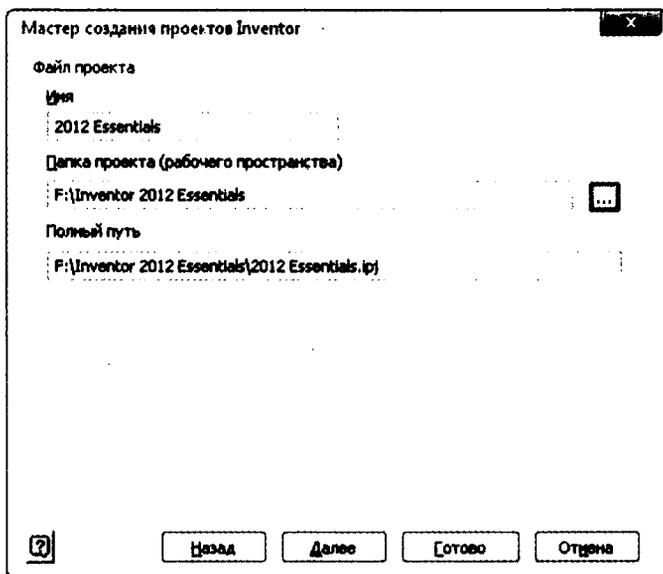

Рис. 1.24. Имя проекта и путь к файлу проекта
7. Проверьте ваши данные по рис. 1.24 и нажмите кнопку **Готово**, когда убедитесь, что выполнили все необходимое для создания файла проекта.